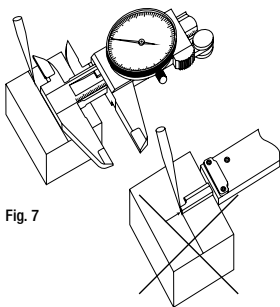

Fig. 7
- **Superficie di tracciatura:** regolare la superficie di tracciatura di riferimento (11), far scorrere il corsoio (5) sulla misura richiesta, bloccarlo e tracciare (fig. 7).